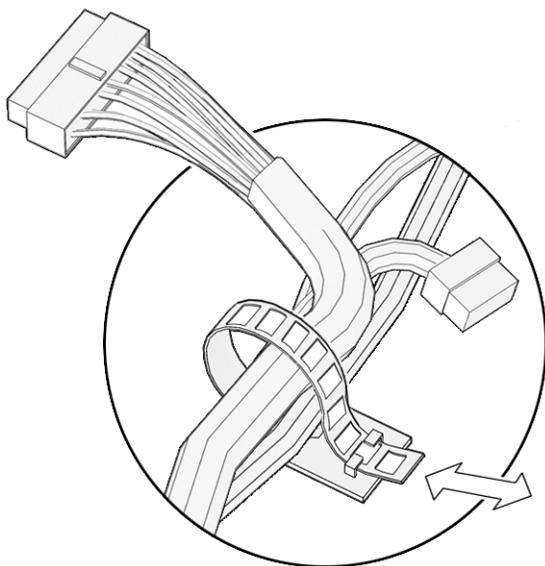

図 6-6 I/O 電源ケーブルのタイを緩める
- I/O 電源ケーブルをディスクドライブベイに固定しているケーブルタイを緩めます。詳細は、図 6-6 を参照してください。